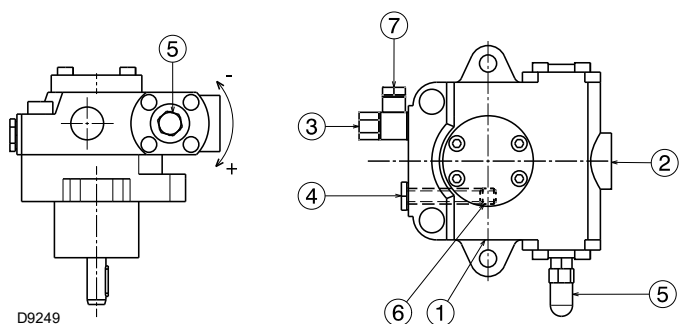

Fig. 22
Pompele au un by-pass care conectează returul cu aspirația. Acestea sunt instalate pe arzător cu by-pass-ul închis cu ajutorul șurubului 6)(Fig. 22 la pag. 26).
- Pentru ca pompa (Fig. 22) să se aprindă automat, este esențial să slăbiți șurubul 4) pompei pentru a evacua aerul conținut în conducta de aspirație.
Legendă (Fig. 22)
Operațiunea de mai sus este posibilă deoarece pompa pleacă din fabrică plină de combustibil. Dacă pompa a fost vidanțată, umpleți-o cu combustibil de la capacul manometrului de vid 4)(Fig. 22 la pag. 26) înainte de a o porni, altfel se va bloca.